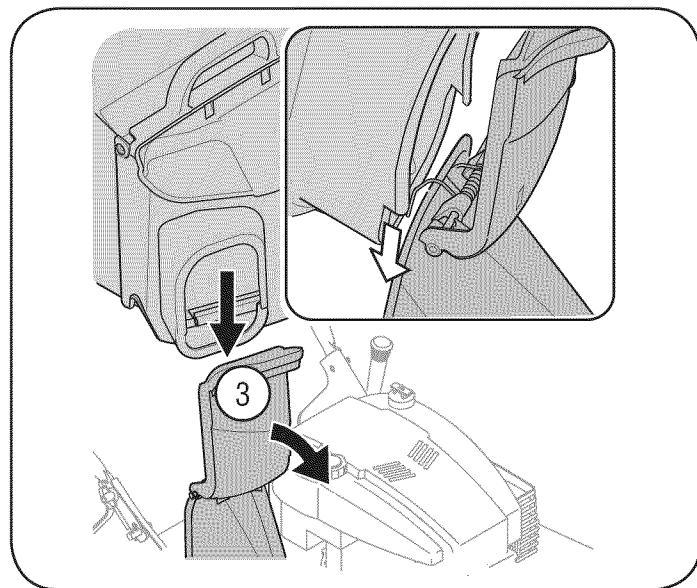

Figura 6
3. Eleve la puerta del canal en el adaptador de la bolsa colectora y deslice la bolsa sobre el adaptador. Vea la Figura 6.